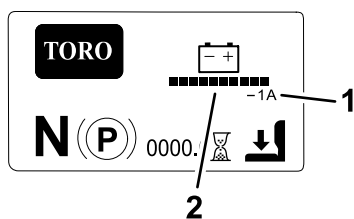

Bild 19
- **Hauptinformationsbildschirm (Bild 19):** Zeigt aktuelle Maschineninformationen an, während der Schlüssel in der Stellung EIN ist. Auf diesem Bildschirm werden Ladestand des Akkus und die Stromstärke angezeigt.